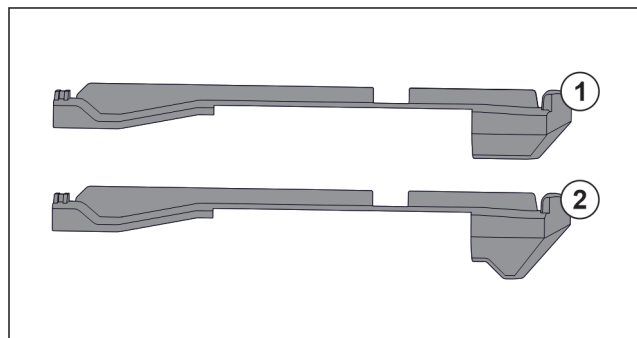

Fig. 128 Comparaison des éléments emboîtables
L'appareil comprend deux éléments emboîtables différents. L'élément emboîtable au-dessus du tiroir inférieur Fig. 128 (2) a un bord triangulaire. Tous les autres éléments emboîtables Fig. 128 (1) ont un bord droit.
- Poser l'élément emboîtable Fig. 128 (2) avec le bord triangulaire sur le tiroir inférieur.
- Poser l'élément emboîtable Fig. 128 (1) avec le bord droit à tous les autres endroits.